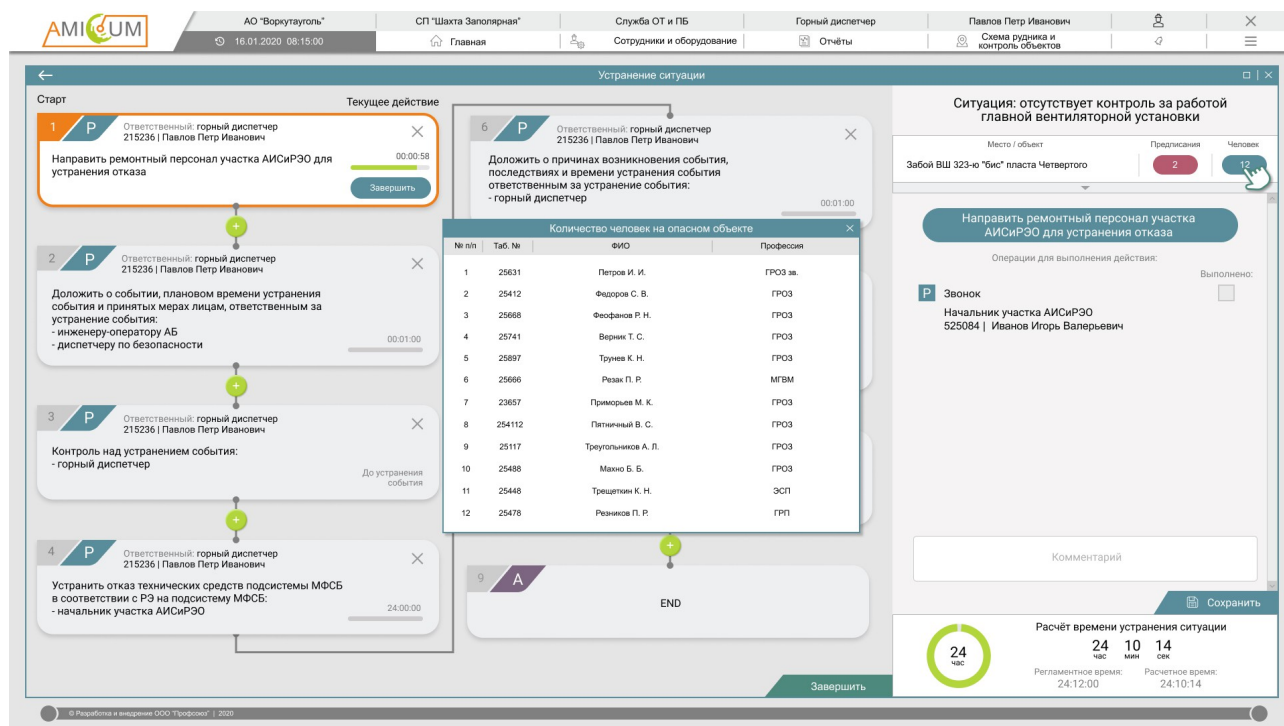

Рисунок 81. Просмотр списка сотрудников на опасном объекте
4. количество человек на определённом месте/объекте (рисунок 81) При клике ЛКМ на индикатор с количеством человек (в правом блоке с данными о ситуации) открывается модальное окно со списком сотрудников (с указанием ФИО, табельного номера и профессии) на опасном месте/объекте;